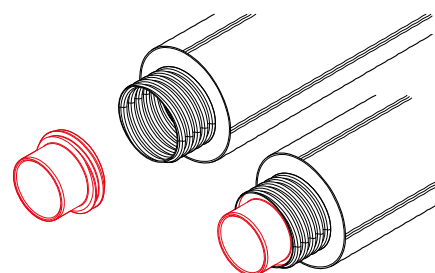

Рис. 4.6.1
1. Вкрутить втулку фитинга внутрь напорной трубы на $\frac{2}{3}$ длины (до середины патрубка) (рис. 4.6.1).